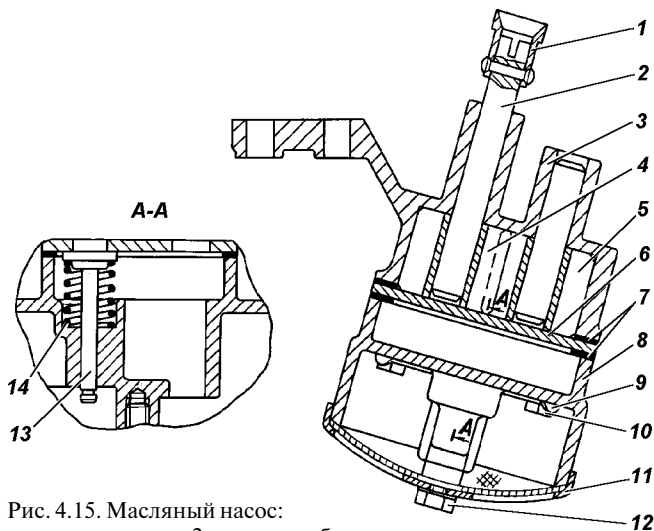

Рис. 4.15. Масляный насос:
**Масляный насос** (рис. 4.15) - шестеренчатого типа с редукционным клапаном, установлен внутри масляного картера, крепится к крышке четвертого коренного подшипника двумя болтами.